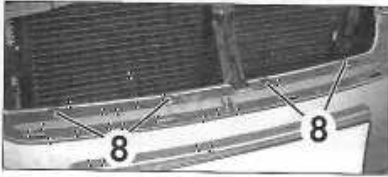

FIGURE 11-6
- Déposer les fixations supérieures (8) (figure 11-6).